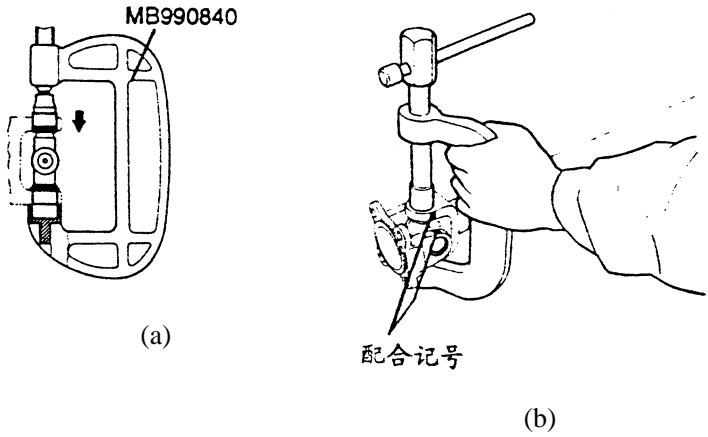

图 4-87 安装万向接头轴承
- (2) 如图 4-87 (a) 所示，用专用工具 MB990840 压住另一侧万向接头轴承，以便将
(3) 如图 4-87 (b) 所示，对正传动轴与颞形接头上的配合记号，然后将传动轴万向接头轴承按上述 (1) 及 (2) 的叙述方法装入。